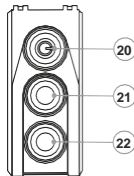

Abb. 4
- Den Deckel (14) entgegen dem Uhrzeigersinn drehend abnehmen.
- Setzen Sie den Übergangsrings (12) in den Adapter (13) bis zum Anschlag ein (s. Abb.).
- Bringen Sie den Adapter mit dem eingesetzten Übergangsrings an das Objektiv (11) des optischen Geräts an.
- Bringen Sie den Hebel (19) von der Position "AUF" in die Position „ZU“ (Abb.4). Vergewissern Sie sich, dass der Adapter an das Objektiv eng anliegt.